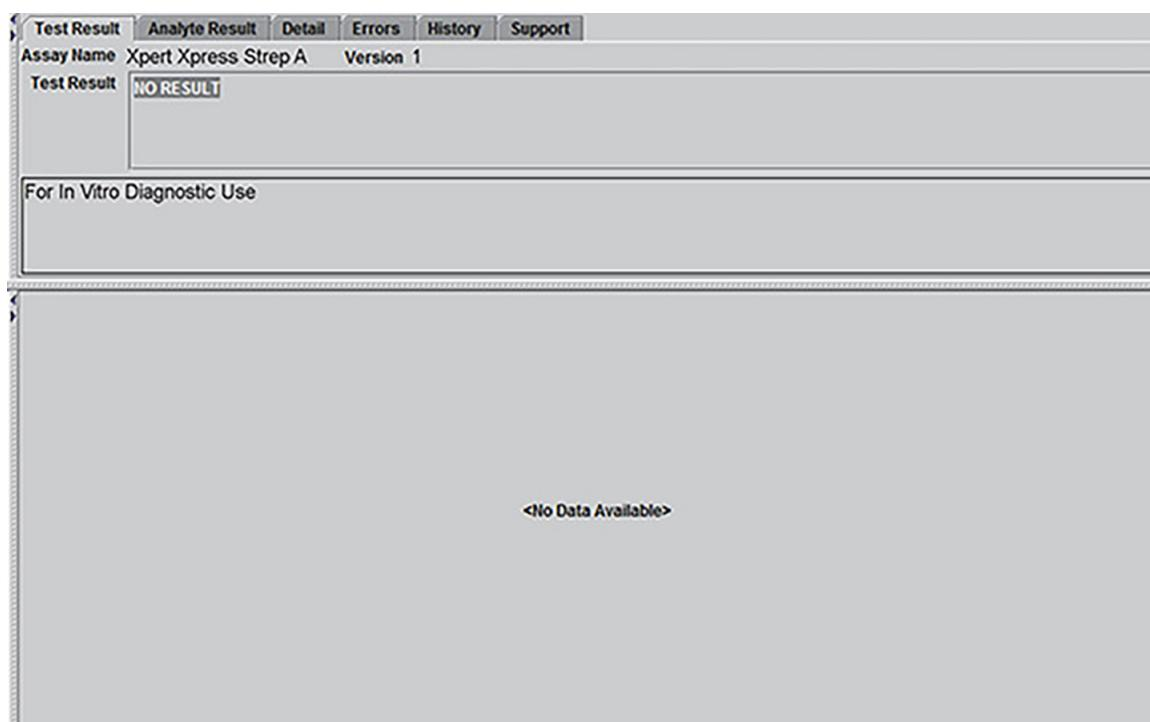

Figure 10. Exemple de résultat de test « PAS DE RÉSULTAT » (NO RESULT)
PAS DE RÉSULTAT (NO RESULT) (Voir Figure 10)	Il n'est pas possible de déterminer la présence ou l'absence de l'ADN cible du Strep A. Un résultat PAS DE RÉSULTAT (NO RESULT) indique que les données recueillies étaient insuffisantes. Par exemple, le test d'intégrité de la cartouche a échoué, l'opérateur a interrompu un test en cours ou une panne de courant s'est produite. <ul style="list-style-type: none"> • Strep A – PAS DE RÉSULTAT (NO RESULT) • CTE – PAS DE RÉSULTAT (NO RESULT) • CVS – SO (sans objet)* <p>* Si la vérification des sondes indique SO (NA), l'erreur est due à une limite de pression maximale dépassant la plage acceptable, ce qui met fin à la série avant la vérification des sondes.</p> <p>Répéter le test conformément aux instructions données dans la Section 16.2. Procédure de répétition du test ci-dessous.</p>